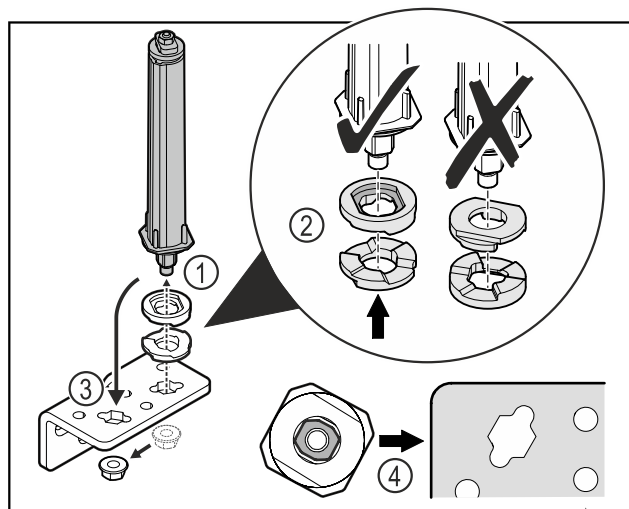

Fig. 29
- Povolte matici a odstraňte uzavírací systém dvířek Fig. 29 (1).
- Dbejte na správné vyrovnaní výškově stavitelných podložek Fig. 29 (2).
- Přesaďte uzavírací systém dvířek v úhelníku závěsu a upevněte jej maticí Fig. 29 (3).
- Při nasazování dbejte na správné vyrovnaní uzavíracího systému dvířek Fig. 29 (4).